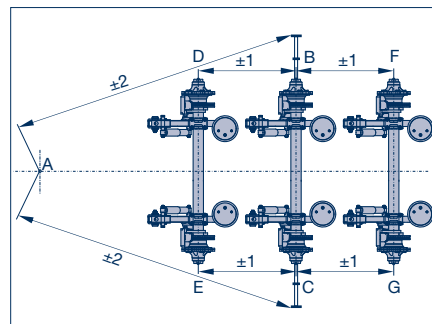
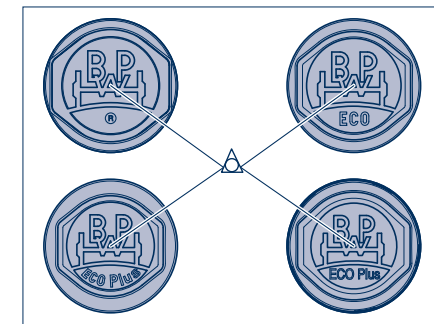

Рисунок 5
Рисунок 13
- [11] Измерить расстояние от исходной оси до следующей оси концами кернера в треугольниках колпака колеса или в фасках цапф оси в случае старых колпаков; допуск: ± 1 мм (страница 98, рис. 5).
- [17] Измерить расстояние от исходной оси до следующей оси концами кернера в треугольниках колпака колеса (рисунок 13) или в фасках цапф оси в случае старых колпаков; допуск: ± 1 мм (страница 98, рис. 5).